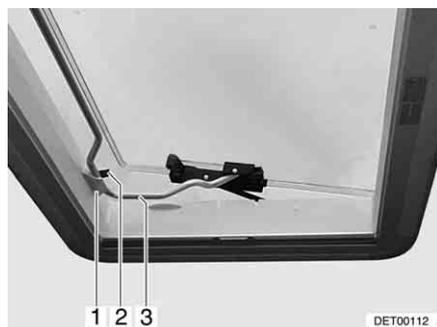

Fig. 67 Oblò Heki in posizione di ricircolo d'aria 2
- Inserire la staffa (Fig. 67,3) nel supporto (Fig. 67,1).
- Sistemare la leva (Fig. 67,2) sulla staffa.